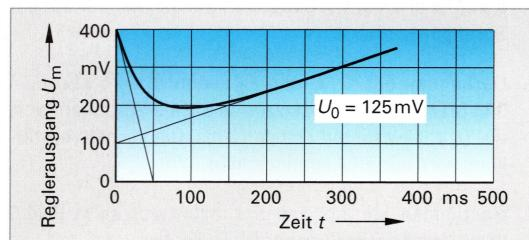

Bild 3: Sprungantwort eines PID-Glieds
- Ermitteln Sie aus der Sprungantwort in **Bild 3** die Kennwerte des PID-Reglers.